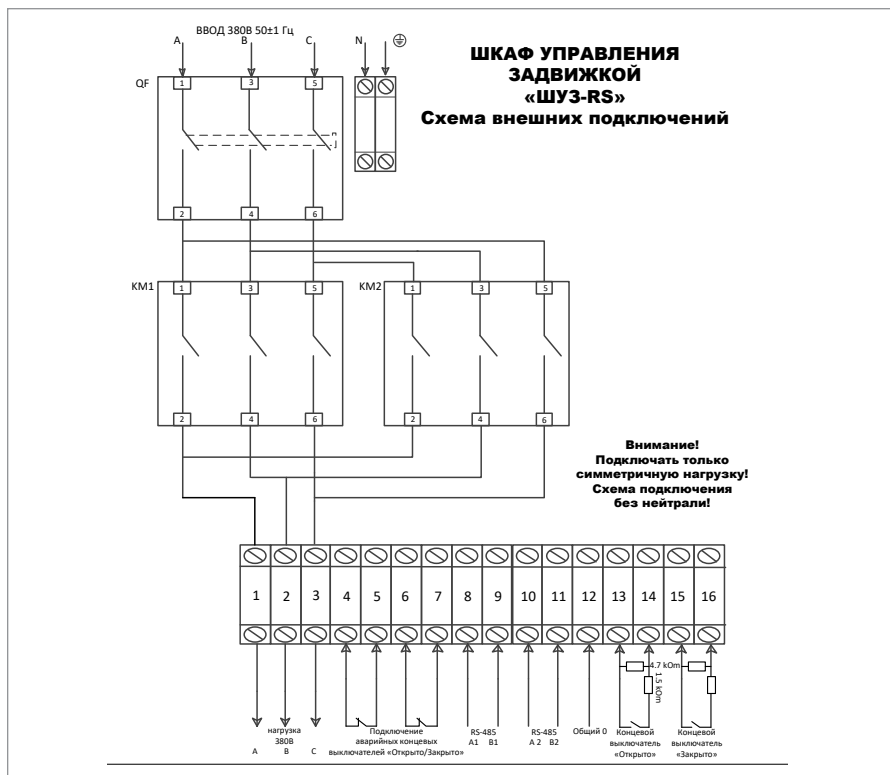

Рисунок 10. Схема внешних подключений к шкафу управления задвижкой ШУЗ-RS
2. Подключение соединительных линий выполняйте в соответствии с проектной документацией и схемой на Рисунок 10.
3.3. Подключите к шкафу провода питающего сетевого напряжения, цепи нагрузки, сигнальные провода и контроля состояния согласно схеме электрической (Рисунок 10).